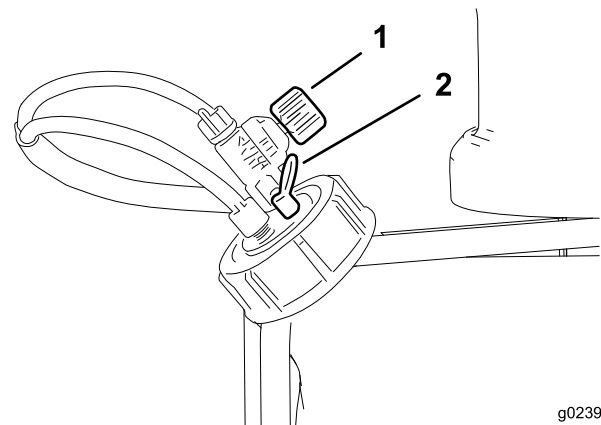

Bild 7
Schaumreglereinstellventil: Steuert die Konsistenz der Schaumlösung. Das Einstellen des Ventils steuert die Seifenlösungsmenge, die an die Schaumdüsen gelangt. Ein Erhöhen des Flusses ergibt größere, häufigere Schaumtropfen; ein Absenken des Flusses ergibt kleinere, nicht so häufige Schaumtropfen (Bild 7).
Druckbegrenzungsventil: Ziehen Sie die rote Nase am Behälterdeckel nach außen, um den Druck im Behälter abzulassen (Bild 7).
5. Öffnen Sie das Einstellventil für die Schaumdichte bei der ersten Verwendung um eine Achtel- bis Vierteldrehung (Bild 7).